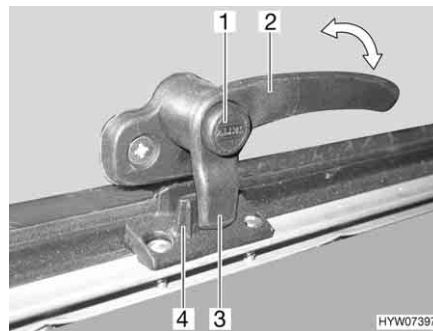
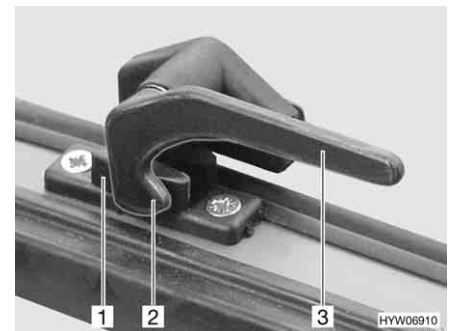

Bild 94 Verriegelungshebel mit Sicherungsknopf in Stellung "geschlossen"
Bild 95 Verriegelungshebel in Stellung "geschlossen"
- Wenn vorhanden, Sicherungsknopf (Bild 94,1) drücken und gedrückt halten.
- Alle Verriegelungshebel (Bild 94,2 oder Bild 95,3) eine viertel Umdrehung zur Haubenmitte hin drehen.
- Alle Verriegelungshebel (Bild 94,2 oder Bild 95,3) eine viertel Umdrehung zum Rahmen hin drehen. Die Verriegelungsnase (Bild 94,3 oder Bild 95,2) liegt auf der Innenseite der Haubenverriegelung (Bild 94,4 oder Bild 95,1).
- in Stellung "fest verschlossen" (Bild 94 und Bild 95)